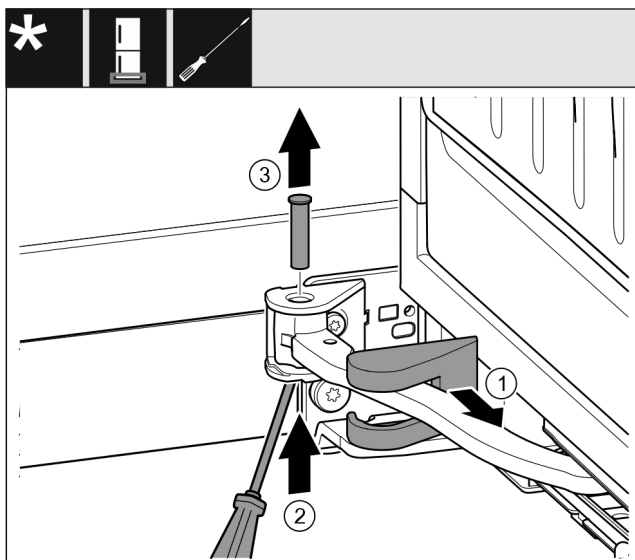

Fig. 18
- Retirer le cache du support de palier Fig. 18 (1) et le déplacer le long de la jointure.
- Soulever l'axe Fig. 18 (2) par le bas avec un tournevis.
- Retirer l'axe Fig. 18 (3) par le haut.